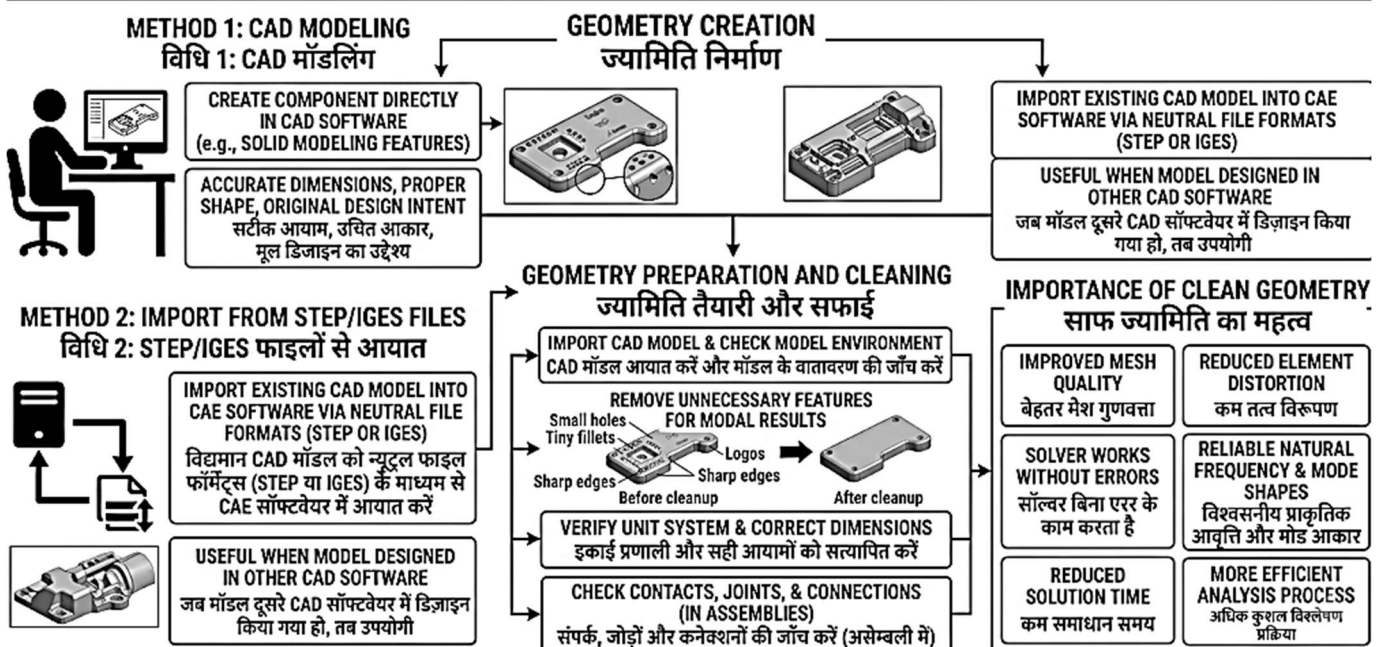

Fig. 2.4: Geometry Creation and Preparation for Modal Analysis | मॉडल विश्लेषण के लिए ज्यामिति निर्माण और तैयारी
2.4.1 Methods of Geometry Creation (Fig. 2.4)
2.4.1 ज्यामिति निर्माण की विधियाँ (Fig. 2.4)